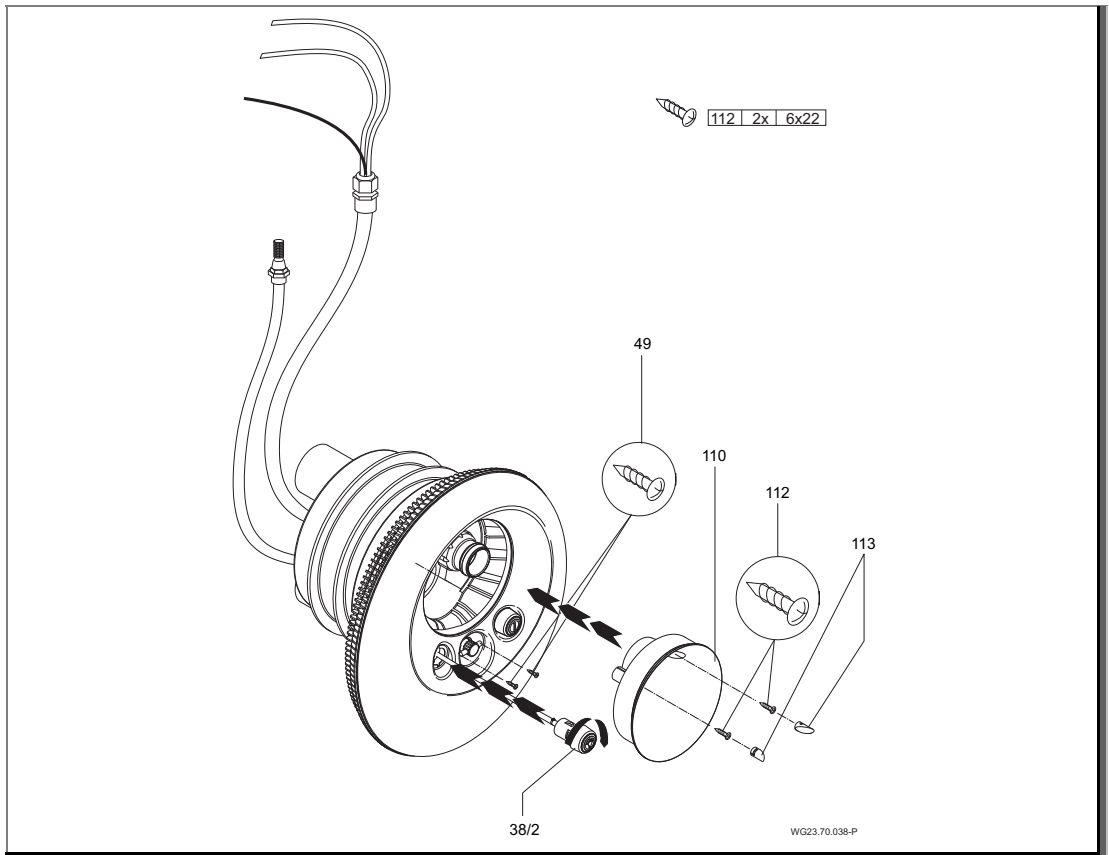

Fig. 19
8. Colocar la placa de acero inoxidable (93) contra la carcasa de aspiración (107) y fijarla a la carcasa de las boquillas con los dos tornillos (49). Inserte los dos interruptores neumáticos a través del embellecedor en el alojamiento del cuerpo de boquillas y gire hacia la derecha para bloquear. (Fig. 19)
9. La fijación de la cubierta de luz (110) proporciona una fijación adicional para la placa de acero inoxidable (93). Para ello, insertar la cubierta de luz (110) en la carcasa de las boquillas (102.1) por la boquilla de bola (54) y fijarla con los dos tornillos (112). (Fig. 19)